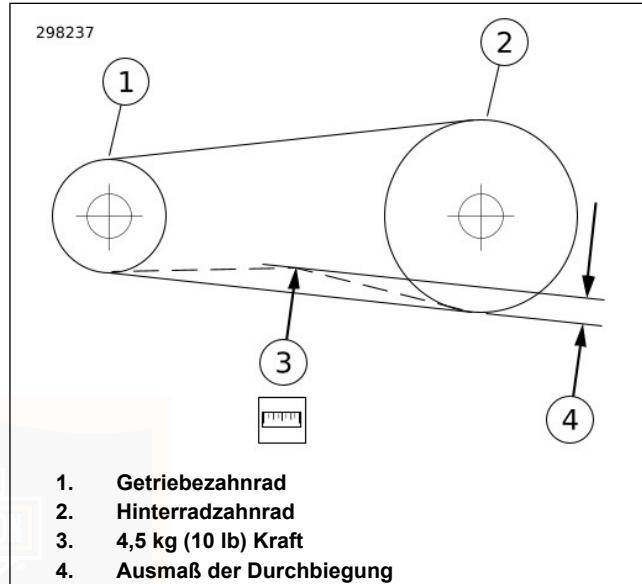

Abbildung 107. Riemdurchbiegung überprüfen
- Alle anderen Modelle:** Siehe Abbildung 107. Bei stillgehaltenem Messgerät Riemdurchbiegung (4) messen.